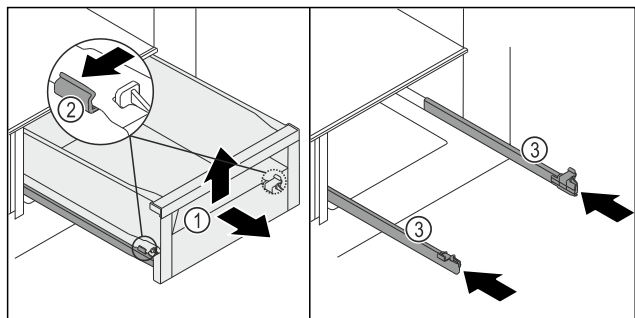

Fig. 116
- ▶ Vytáhněte zásuvku Fig. 116 (1) až na doraz.
- ▶ Svorku Fig. 116 (2) vlevo a vpravo současně lehce stlačte na kolejničkách směrem ven.
- ▶ Zásuvka Fig. 116 (1) se uvolní z kolejniček.
- ▶ Nadzvedněte zásuvku Fig. 116 (1) vpředu.
- ▶ Vyměňte zásuvku Fig. 116 (1) dopředu.
- ▶ Zasuňte kolejničky Fig. 116 (3).